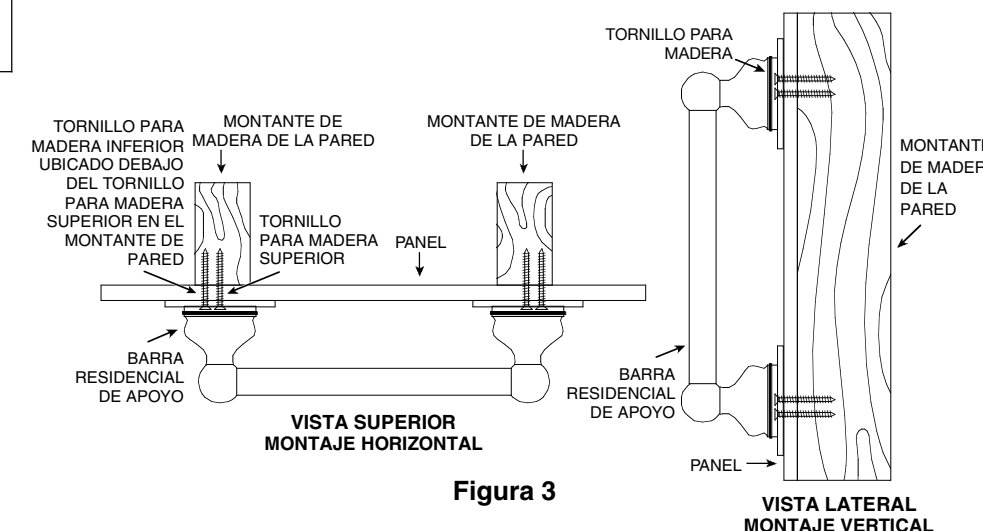

Figura 3
4. Inserte los tornillos para madera provistos dentro de un extremo de la barra residencial de apoyo. Atornille en la pared y en el montante de pared (**APRIETE A MANO ÚNICAMENTE**) (vea la Figura 3).